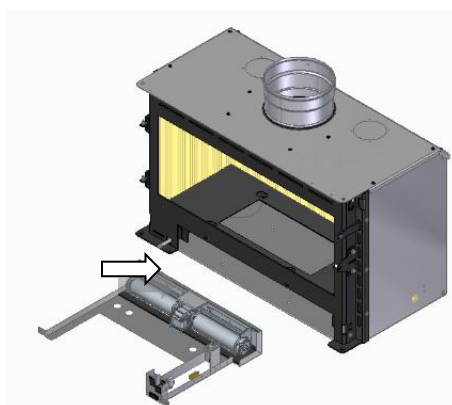

Figura 46 – Desmontaje del kit de ventilación
d. Una vez retiradas todas estas piezas, se puede retirar el kit de ventilación de la unidad, véase la Figura 46. Para volver a montarlo, deberá proceder con el proceso de montaje inverso.